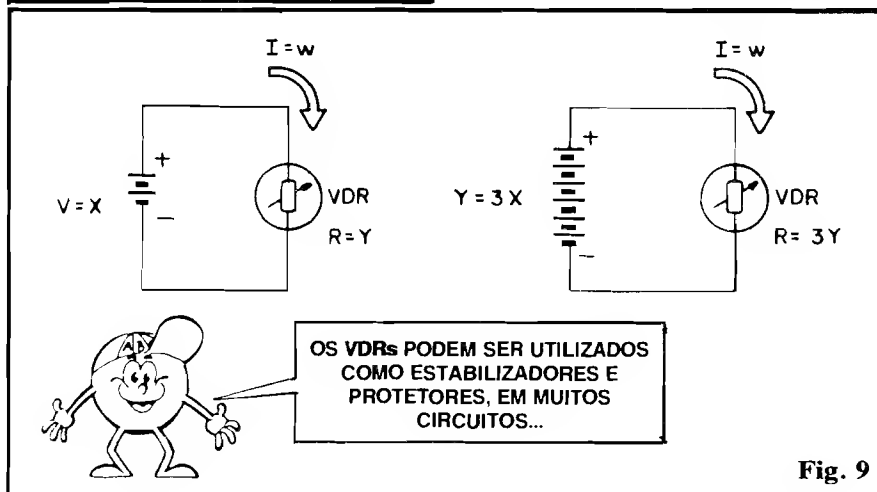

Fig. 9
- **FIG. 9 -** Graças a essa especial habilidade de controlar automaticamente "assuntos internos", e também porque um VDR apresenta reação bem mais rápida do que a mostrada pelos "outros" Resistores Dependentes (LDR, TERMÍSTOR...), o componente é muito utilizado em aplicações de **proteção** a outros componentes ou a blocos circuitais... Sempre que exista a possibilidade de sobre-